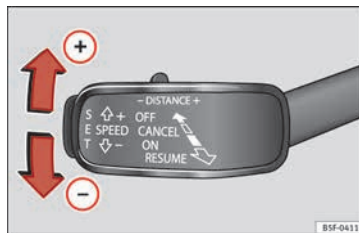

Fig. 197 A la izquierda de la columna de la dirección: tercera palanca para manejar el control adaptativo de velocidad.
- Para programar la velocidad actual pulse la tecla **SET** » **fig. 197.**
- Para aumentar o disminuir la velocidad paso a paso, pulse brevemente la palanca hacia arriba/abajo » **fig. 197.**